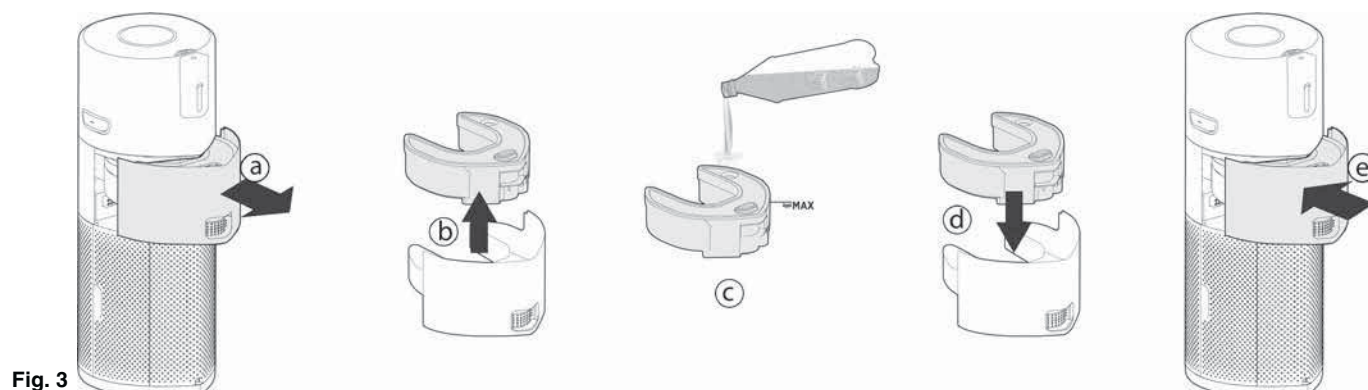

Fig. 3
3. Fyll opp luftfuktertanken [Fig. 3]